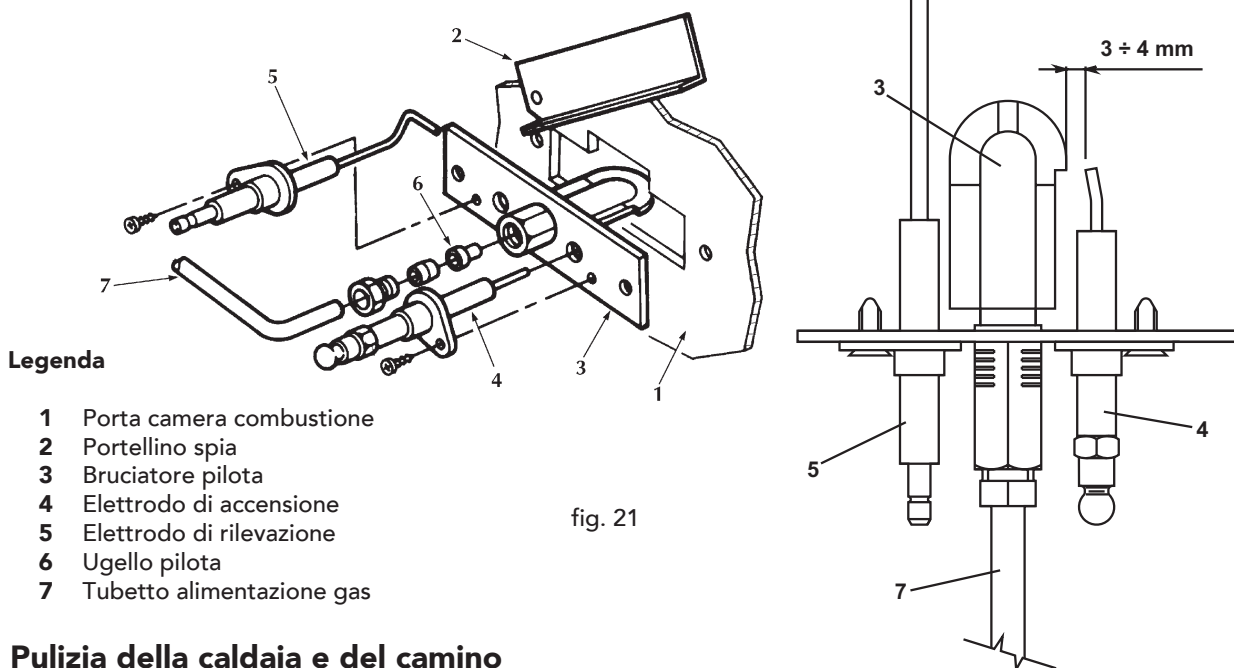

fig. 21
- Gli elettrodi devono essere liberi da incrostazioni e correttamente posizionati (vedi fig. 21).
Controllare che gli elettrodi siano correttamente posizionati e senza incrostazioni (vedere fig. 21).